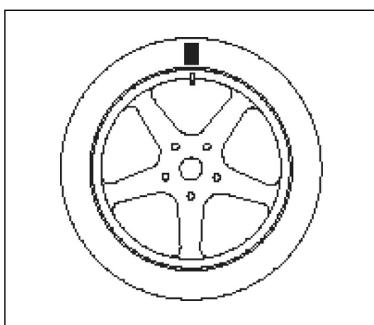

图 F5.4- 在气嘴处的轮胎上做标记
3) 将轮胎气嘴调整到 12 点钟位置，在气嘴处的轮胎上做好标记，如图 F5.4 所示；
- 8) 旋转轮胎直至所有 LED 灯亮，然后再 12 点钟位置做上标记，如图 F5.4 所示；